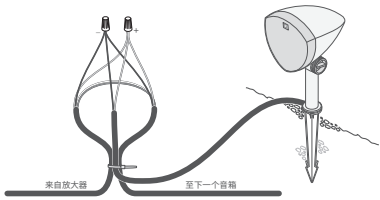

图 6
8. 剪切左扬声器或右扬声器的两根正确电线 (参见下表),剥去埋地线裸露端 3/4 英寸 (1.9 厘米) 的绝缘层,然后从相应扬声器尾纤的端部剥去 3/4 英寸 (1.9 厘米) 的绝缘层 (见图 6)。
9. 制作一个大约 10 英寸 (约 25 厘米) 的环路,使用扎带将线环和扬声器尾纤固定到位,以消除应力 (见图 6)。